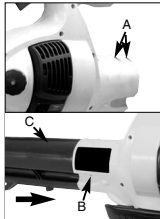

Fig. 1A
- Løs skruerne (A), og tag skruen (B) ud. Sæt blæserøret (C) ind i blæserhuset, og sæt skruen (B) i igen. Spænd skruerne (A) godt fast (fig. 1A).